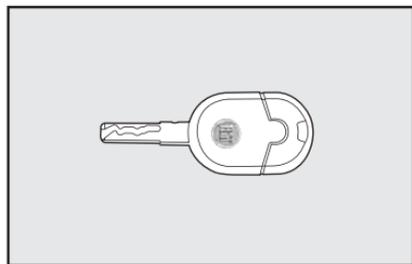
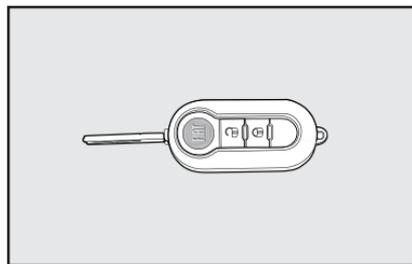

fig. 1
fig. 2
Com o veículo são entregues, conforme a versão, duas chaves **fig. 1** ou **fig. 2**.
As chaves **fig. 1** ou **fig. 2** de uso normal no veículo são usadas para:
- abertura/fechamento das portas por meio do controle remoto (chave **fig. 2**).
Para a chave **fig. 1** está prevista a pre-disposição para instalação de controle remoto.